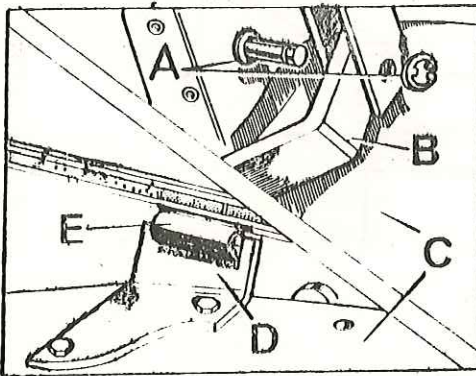

Fig. Q1-1 Elementos de fijación del capó
- 1.2. Levantar el capó y extraer la arandela y clavija, A (Fig. Q1-1) que sujetan la tiranta de apoyo, B, al capó, C.